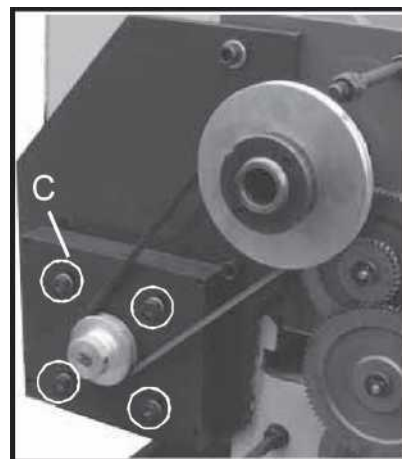

Рис. 20
2. Выберите А или В в соответствии с вашими требованиями, А – низкая скорость, В – высокая скорость. (Рис. 20)
Ослабьте четыре гайки и винты (С, Рис. 20), чтобы снять пластину двигателя и установите!